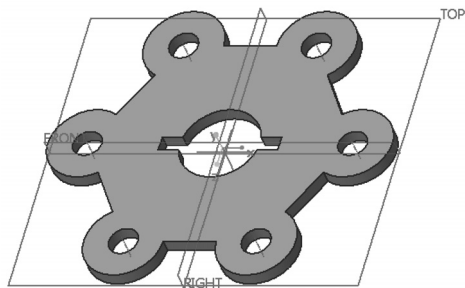

图 4-137 创建实体模型
- (9) 上机练习:创建图 4-137 所示的实体模型,具体尺寸可自行选定。